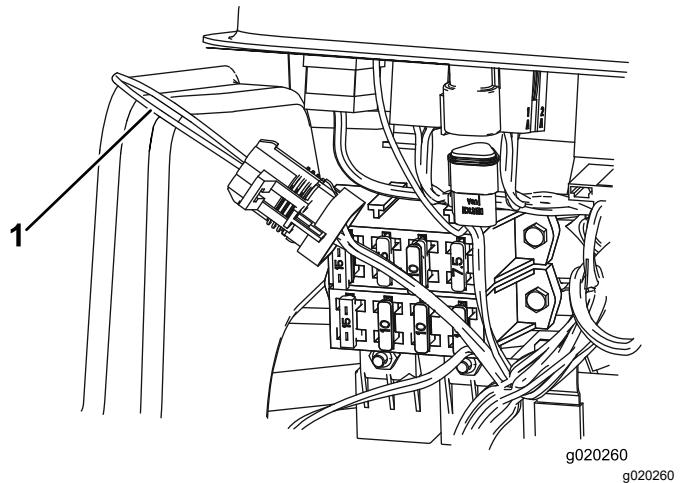

Figura 37
3. Accedete al cablaggio preassemblato e al connettore a circuito chiuso (Figura 37).